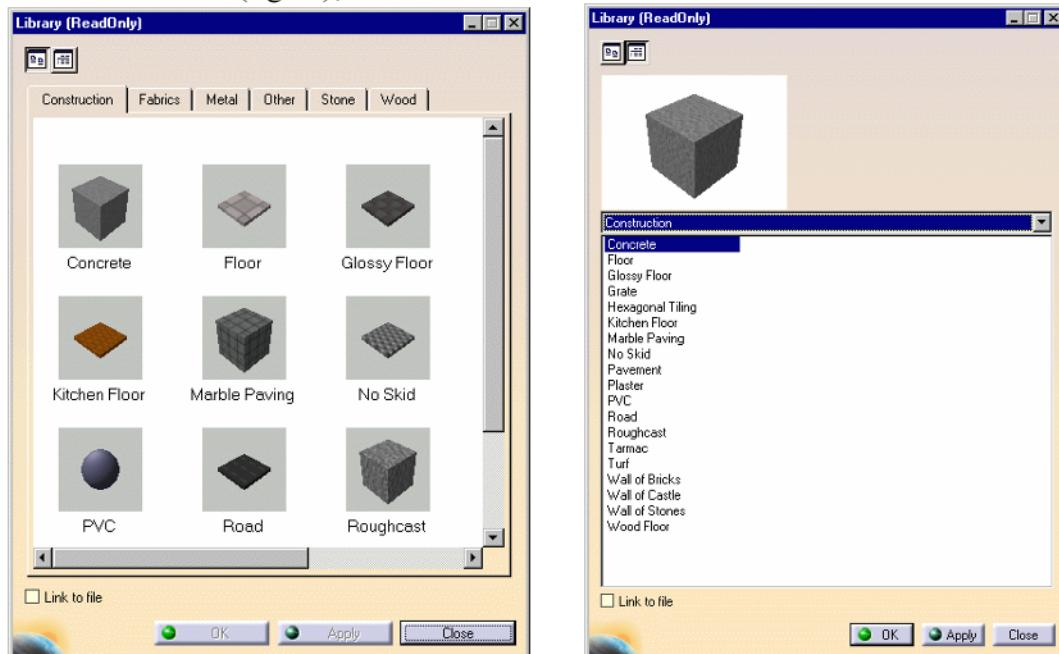

Fig.81. Libraria de materiale
- Se activează opțiunea **Apply Material** , ceea ce are ca efect deschiderea unei librării care conține materiale (fig.81);